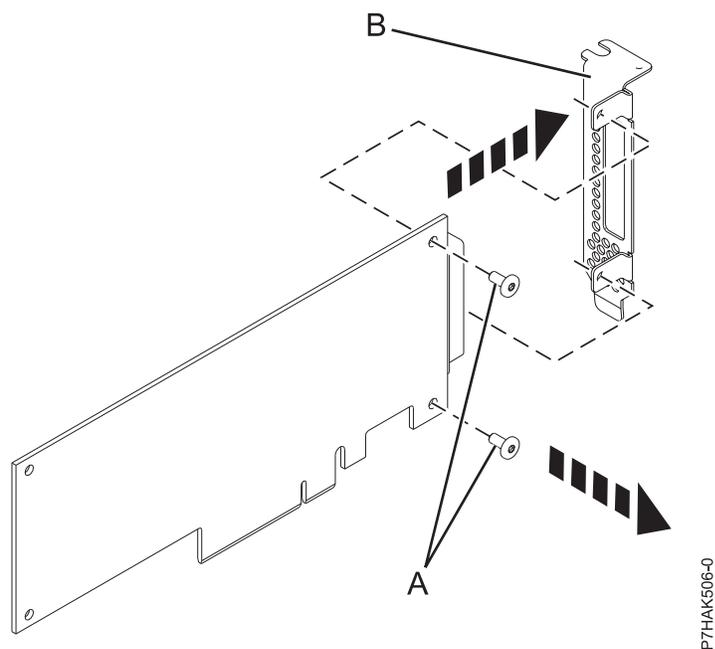

Figure 29. Retrait de la contre-poupée extra-plate d'une carte PCIe
2. A l'aide d'un tournevis cruciforme, desserrez les deux vis (A) qui servent à fixer la contre-poupée (B) à la carte PCIe, comme illustré dans la figure 29.